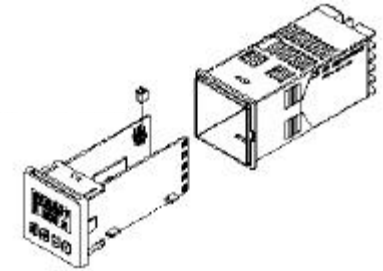

Bild 4.4 Lage der Jumper
3. Stecken Sie den Elektronikeinschub wieder in das Gehäuse. Achten Sie hierbei auf die richtige Lager der Jumper links Oben (Bild 4.4)..